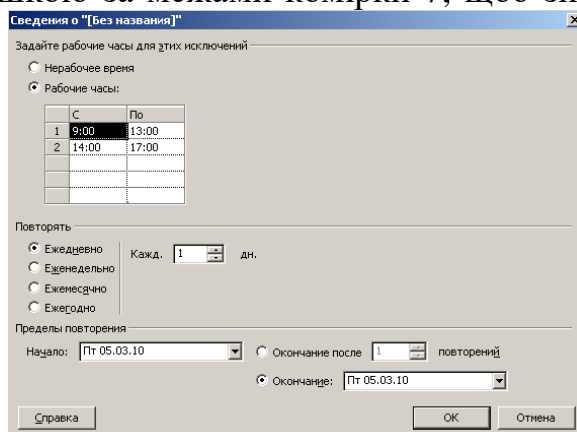

Рис. 2.7.– Діалог «Сведения о» із зміненим календарем
- На вкладці «Исключения» встановити в полі «Початок», а в полі «Окончание» - 05.03.10.. Потім натиснути кнопку «Подробности» (Рис. 2.7.).